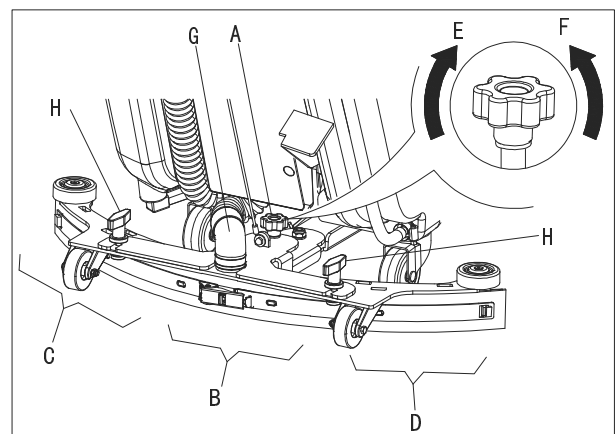

Abbildung 6
1. Installieren Sie die Rakel und schrauben Sie die Mutter (H) nach oben. Schließen Sie nun den Saugschlauch (G) an die Rakel.
2. Stellen Sie die Rakel über den Rakel-Einstellgriff (A, Abb. 6) ein.
- a) Bei einer Lücke zwischen dem Boden und dem des Heckrakelblatts (B) wird der Knopf (A) gegen den Uhrzeigersinn in Richtung (F) gestellt, bis das gesamte Heckrakelblatt guten Bodenkontakt aufweist und das vordere Blatt den Boden leicht berührt.
- b) Bei einer Lücke zwischen dem Boden und beiden Blattenden (C und D) wird der Knopf (A) im Uhrzeigersinn in Richtung (E) gestellt, bis beide Heckrakelblattenden guten Bodenkontakt aufweisen und das vordere Blatt den Boden leicht berührt.